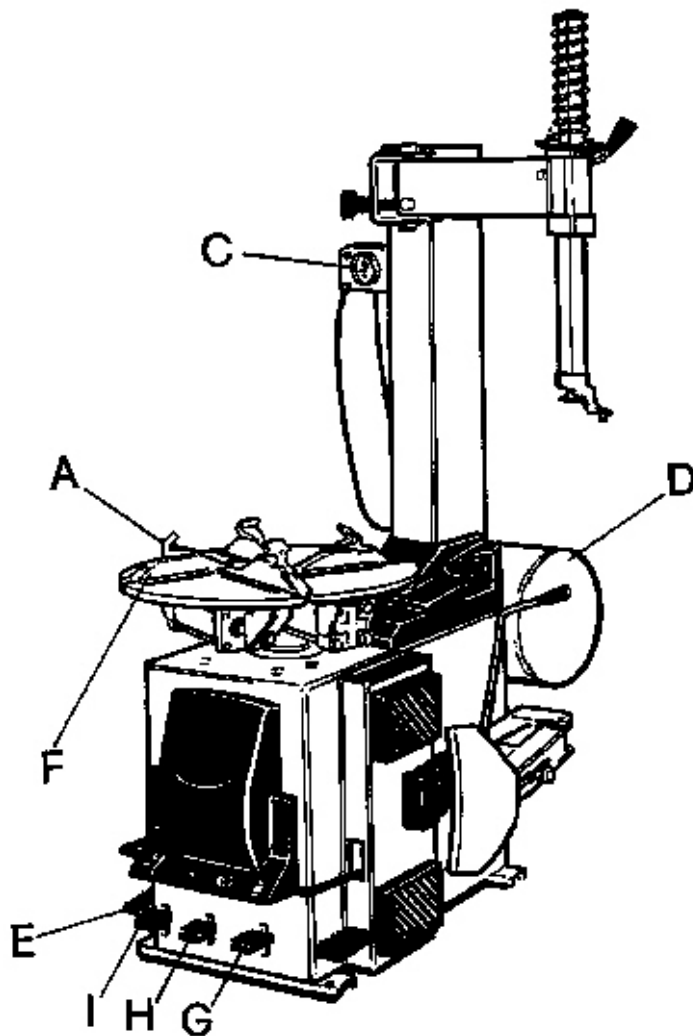

рис.30
По сравнению с базовой моделью эта модификация снабжена следующим дополнительным оборудованием (см. рис. 30):
**Устройство автоматического накачивания бескамерных шин (IT)** : данное устройство имеет специальную воздушную систему с большой пропускной способностью и быстрооткрывающийся клапан. При нажатии педали накачивания (рис 30 I), выход воздуха осуществляется через два отверстия на каждую направляющую для обеспечения хорошей бортовки бескамерных шин.
**Баллон сжатого воздуха** : соответствует нормам Директивы 87/404 ЕЭС и позволяет оператору всегда иметь в распоряжении 18 литров сжатого воздуха для накачки бескамерных шин (рис. 30-D).
**Манометр накачивания** : речь идет о манометре (рис. 30-С), закрепленном на левой стороне стойки, это позволяет оператору поддерживать шину в момент накачки. Манометр соответствует требованиям Директивы 87/217 ЕЭС.
Рис. 30а и рис. 36а-36б, на стр. 15
При наличии ремней безопасности закрепить их как показано на рис. 30а стр. 14.